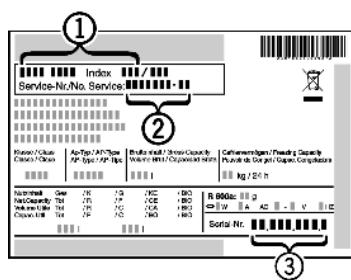

Fig. 17
- ▶ Наименование устройства, Fig. 17 (1), сервисный № Fig. 17 (2) и серийный № Fig. 17 (3) считайте с заводской таблички. Заводская табличка находится внутри устройства слева.
- ▶ Обратитесь в сервисную службу и сообщите вид неисправности, наименование устройства, Fig. 17(1), сервисный № Fig. 17(2) и серийный № Fig. 17(3).